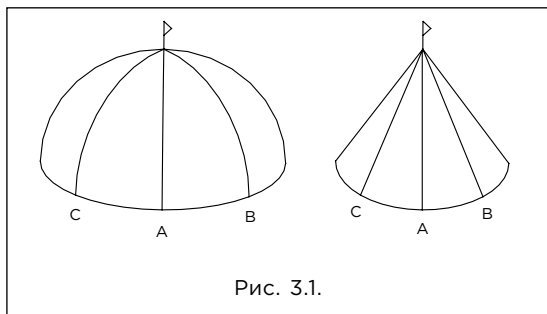

Рис. 3.1.
1. Вдоль основания купола необходимо сделать вертикальную разметку. Для этого отметить точки через каждые 1000 мм (рис. 3.1 – точки A, B, C, ...);
2. Соединить все полученные точки с вершиной купола (рис. 3.1). Для выполнения разметки рекомендуется использовать «отбивку» с краской;